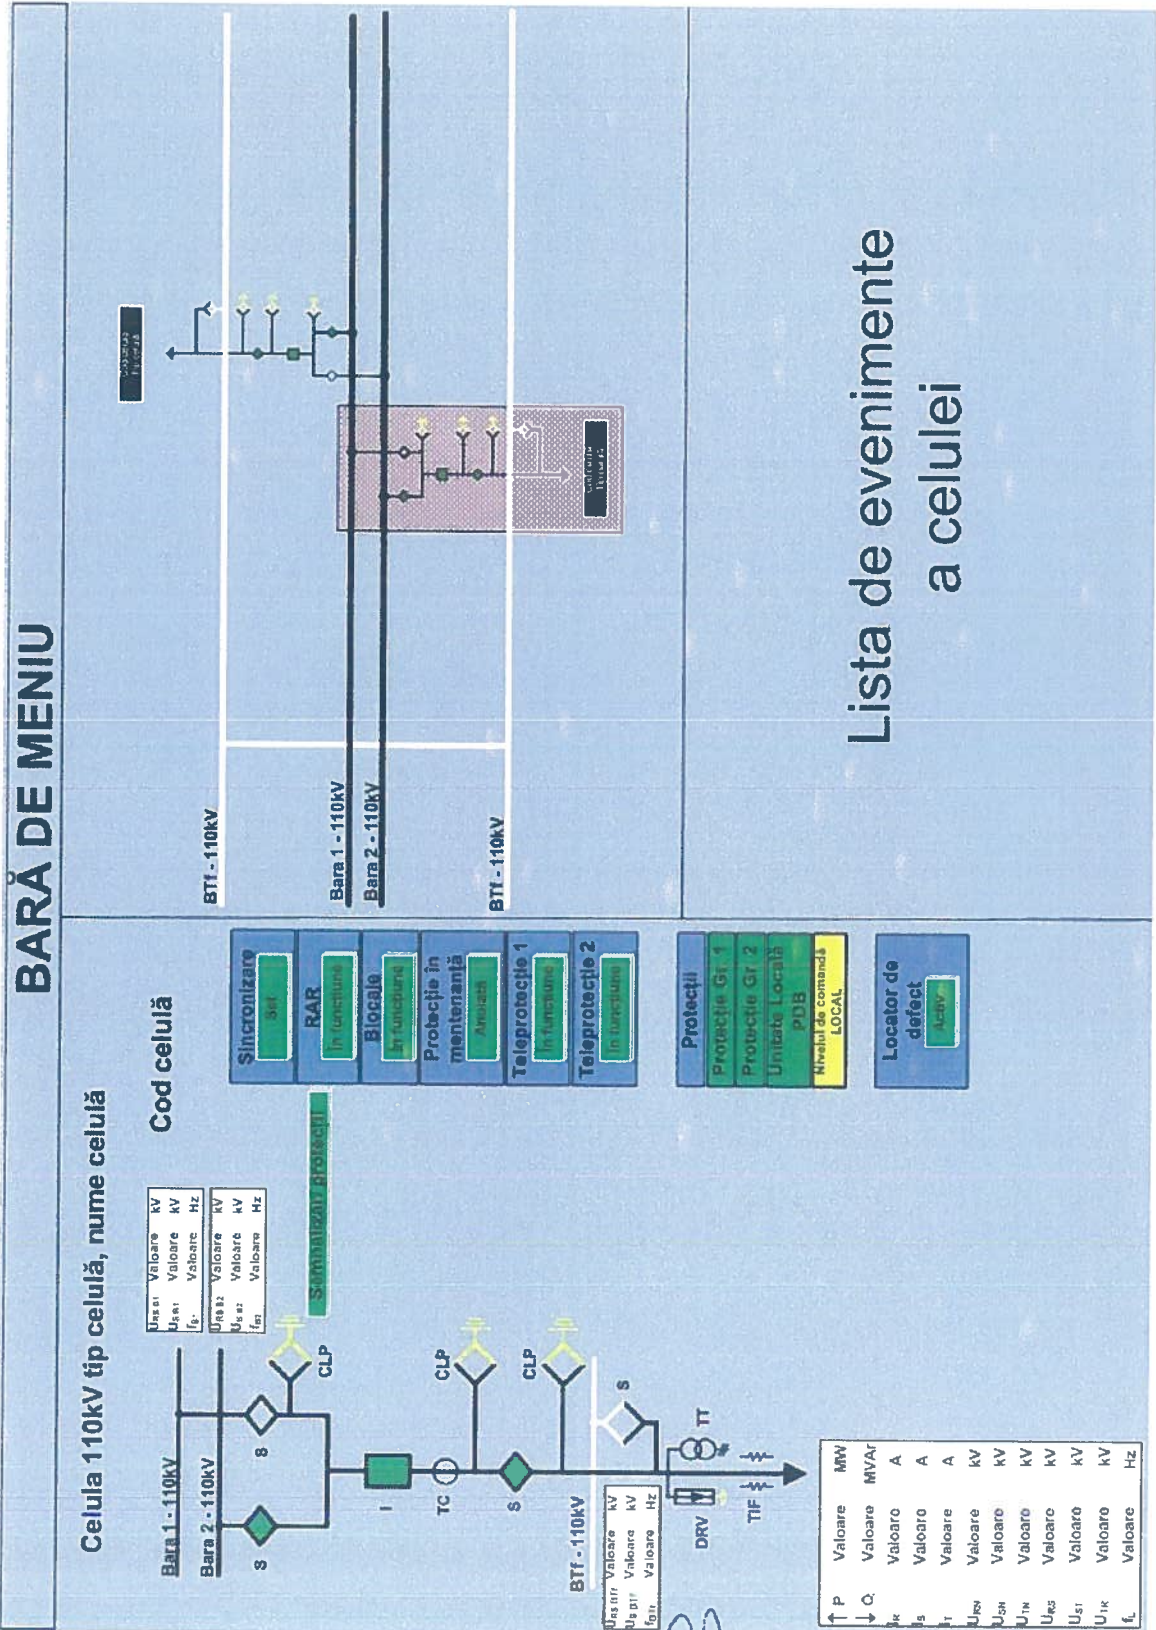

Fig. 8.12 *[Signature]*
8.6. Ecran de comandă al unei celule de linie (Fig. 8.12/ 8.13/ 8.14)
Schema monofilară a celulei va fi reprezentată în jumătatea din stânga a ecranului. Schema monofilară va reprezenta celula de linie (fig. 8.12/ 8.13/ 8.14), utilizând simbolurile și colorarea dinamică precizată în prezenta Normă.
Aparatajul primar aferent acestei scheme se va identifica prin denumirile precizate de NTE 009/10/00 – *Regulament general de manevre în instalațiile electrice de medie și înaltă tensiune*. Acest ecran va avea butoane pentru activarea/dezactivarea anumitor automatizări (RAR, Sincronizare, Blocaje, Protecție în mentenanță, etc). (fig. 8.12/ 8.13/ 8.14).
Această schemă va fi afișată în partea din dreapta sus a ecranului (fig. 8.12/ 8.13/ 8.14), și va conține schema monofilară a nivelului tensiunii stației din care face parte celula, utilizând simbolurile și colorarea dinamică precizată în prezenta Normă. Fiecare bară colectoare/bară de transfer va avea inscripționat în partea stângă numele și nivelul de tensiune al acesteia.
Celula al cărei ecran de detaliu a fost selectat, va fi încadrată într-un chenar negru, hașurat cu dungi roșii. (fig. 8.12/ 8.13/ 8.14)